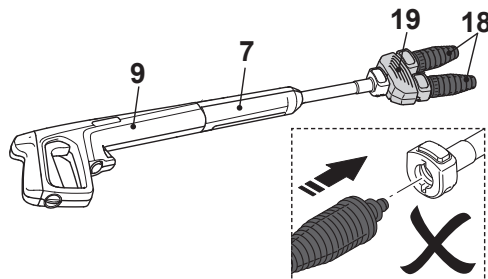

Fig. 8
1. Conecte a lança de extensão (7) na pistola pulverizadora (9) (Fig. 8).
2. Conecte o adaptador do bico rotativo (19) na lança de extensão.
3. Conecte os dois bicos giratórios (18) no adaptador do bico rotativo.